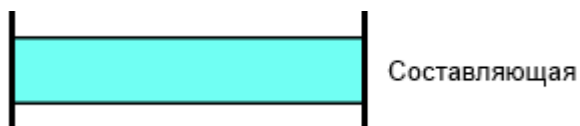

Рисунок 13.35 – Заявка на составляющую, отсутствует заявка на блок
- 2) Подана заявка на одну составляющую блока, отсутствует заявка на блок, срок ремонта которой пересекается со сроком ремонта составляющей (Рисунок 13.35), при этом: